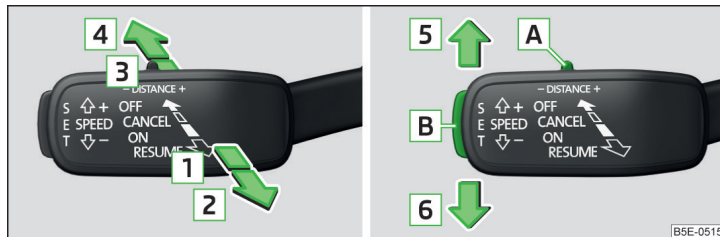

Abb. 160 Bedienungshebel
» Abb. 160
- Die Taste **SET** » Abb. 160 auf Seite 140 drücken.
- oder: Den Hebel in die gefederte Stellung **RESUME** » Abb. 160 auf Seite 140 einstellen.
- Den Hebel in die gefederte Stellung **CANCEL** » **Abb. 160 auf Seite 140** einstellen.
Die gewünschte Geschwindigkeit wird mit dem Bedienungshebel eingestellt oder geändert » **Abb. 160 auf Seite 140.**
Die Abstandsstufe zum vorausfahrenden Fahrzeug kann mit dem Hebel » **Abb. 160 auf Seite 140** oder im Infotainment » **Bedienungsanleitung Infotainment** eingestellt werden.
- Den Schalter **DISTANCE** in die gefederte Stellung – oder + einstellen » **Abb. 160 auf Seite 140.**
Ein Beschleunigungsvorgang kann jederzeit durch Betätigung des Bremspedals oder den Druckpunkt **CANCEL** am Bedienungshebel » Abb. 160 auf Seite 140 abgebrochen werden.